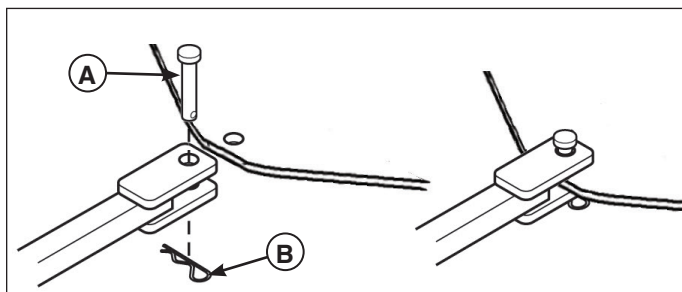

Figure 11
Fixer la remorque avec une goupille de remorquage de taille appropriée (A, Figure 11) et d'un clip (B).